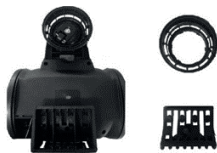

Рис. 1
- Переверните пылесос и снимите транспортировочные элементы (рис. 1).